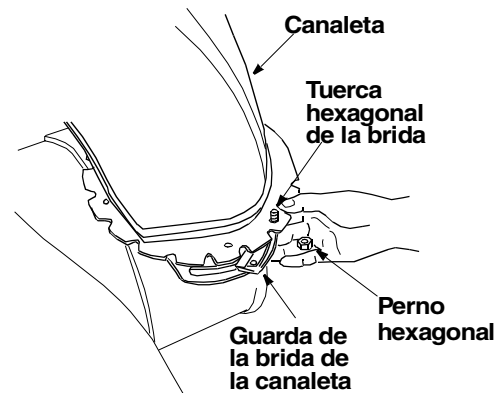

Figura 4
- Coloque la guarda de la brida de la canaleta (lado plano hacia abajo) debajo del reborde del conjunto de la canaleta según se muestra en la Figura 4. Usted encontrará las guardas de la brida de la canaleta en el Grupo E del conjunto de la ferretería.
- Inserte el perno hexagonal de 1/4-20 del grupo E del conjunto de ferretería (en la página 6) a través de la guarda de la brida de la canaleta y del conjunto de la canaleta según se muestra en la Figura 4. No ajuste en este momento. Gire la canaleta para instalar todas las guardas de la brida.